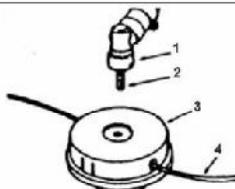

Fig.BC6
4.5- Mise en place du fil de coupe (Fig.BC6)
- Fig.BC6